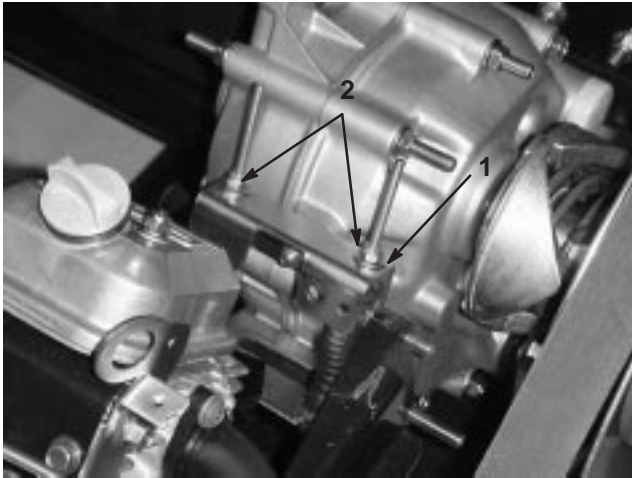

Figure 18
Lors des entretiens courants et/ou des diagnostics du moteur, vous devez placer la boîte-pont au point mort (Fig. 18). La position point mort du levier de vitesses du véhicule commande le point mort de la boîte-pont. Procédez comme suit pour vérifier que le point mort du levier de vitesses actionne correctement le point mort de la boîte-pont :
2. Placez la patte de réglage du point mort de la boîte-pont en position point mort (horizontale), tournez l'embrayage et vérifiez si le véhicule se déplace en avant et en arrière (Fig. 18).
3. Serrez un des contre-écrous (Fig. 18) juste assez pour éliminer le mou du câble de changement de vitesses.